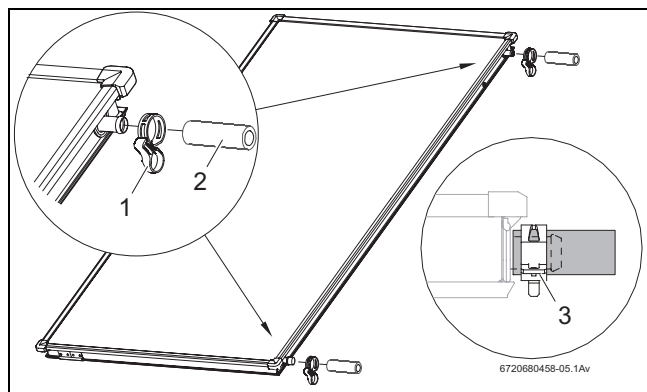

Fig. 56 Monter le kit de connexion
- Insérer les flexibles solaires 95 mm (→ fig. 56, [2]) sur les raccords droits du deuxième capteur.
- Glisser les brides du compensateur (→ fig. 56, [1]) sur le flexible solaire (la deuxième bride assurera le raccordement du capteur suivant).
- Une fois la bride placée correctement, serrer l'anneau de sécurité pour fixer la connexion (→ fig. 56, [3]).